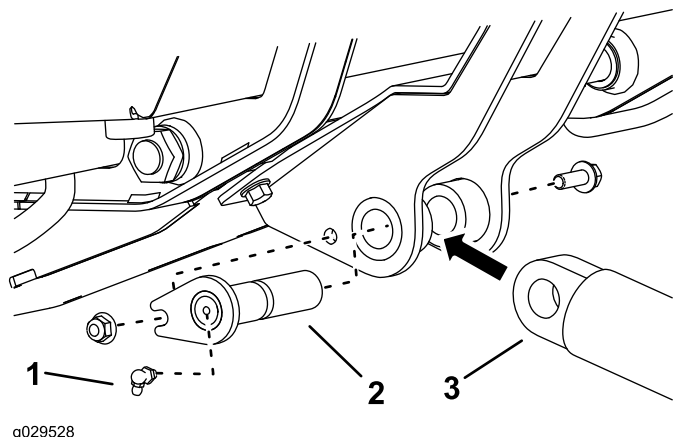

Figure 6
7. Fixez le côté libre du vérin hydraulique au support de vérin à l'aide de l'axe de pivot, d'un boulon (3/8" x 1½") et d'un écrou (3/8"), comme montré à la Figure 6.
8. Vissez un graisseur au bout de l'axe de pivot, comme montré à la Figure 6.